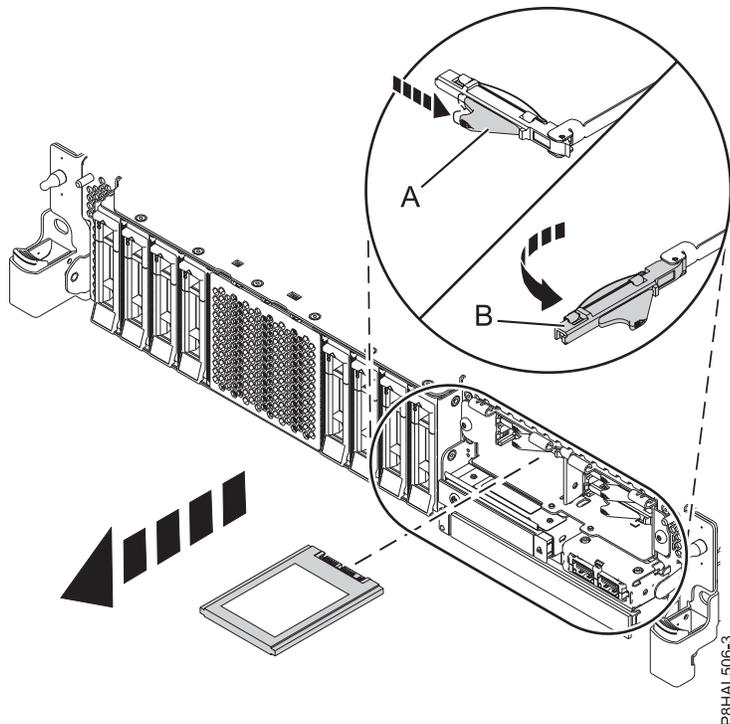

図 43. 拡張機能 システムからの SSD の取り外し
11. ハンドル・ラッチ **(A)** を、示されている方向に押して、ドライブ・ハンドル・ラッチ **(B)** を手前に引き出して、ドライブ・ベイ・ハンドル **(B)** をアンロックします。48ページの図43 ハンドルが完全に引き出されていないと、ソリッド・ステート・ドライブをスライドさせてシステムから引き出すことができません。